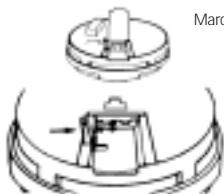

FIGURA 6
5. Al instalar la batería, ponga hacia abajo el enganche de retención indicador de batería en el compartimiento e instale la batería (consulte la Figura 6).